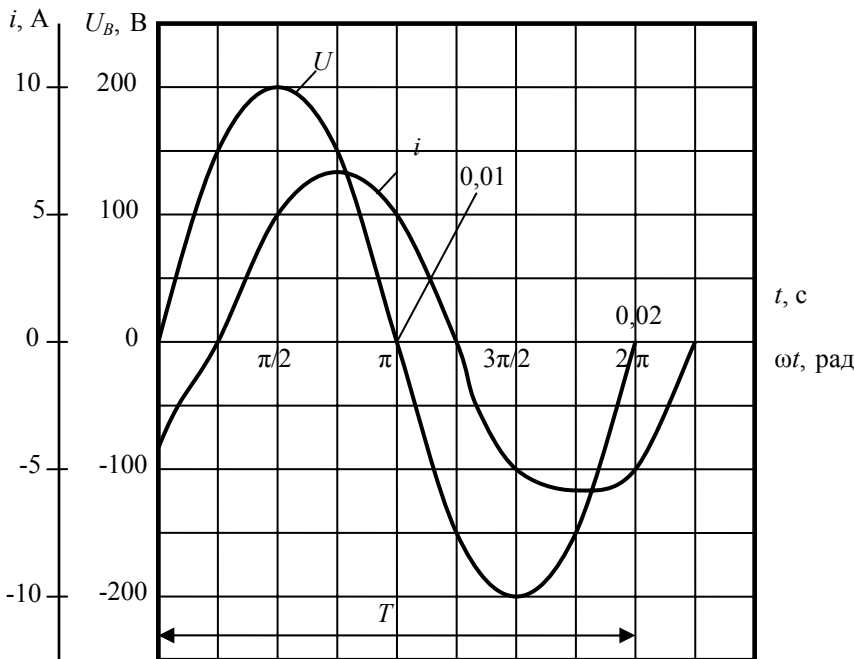

Рис. 1.18
1.2.9. На рис. 1.18 представлена осциллограмма тока и напряжения пассивного двухполюсника. Записать выражения для мгновенных значений напряжения и тока, приняв за начало отсчета точку 0. Найти величину напряжения и тока для момента  $t_1 = T/12$ . Построить векторную диаграмму.